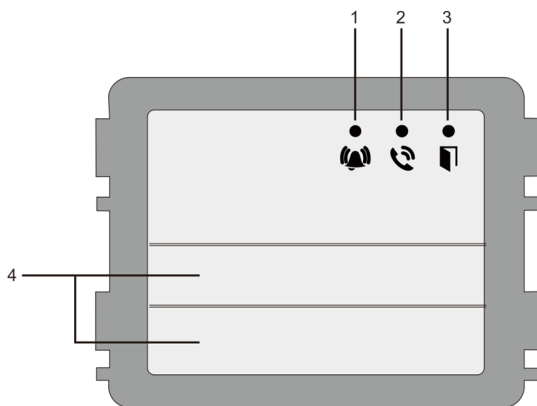

Fig. 1 Descrizione dei morsetti
1	<p>Chiama residente</p> <p>Il visitatore inserisce il numero di un interno (001) o appartamento (ad es. 0101, programmato in precedenza) per chiamare un residente.</p> <p>*Inoltre, il visitatore può selezionare il nome di un residente con il pulsante  o  del modulo per effettuare una chiamata (necessario display)</p> <p>Per annullare la chiamata premere il pulsante .</p> <p>*La funzione è disponibile solo in Fig1.</p>